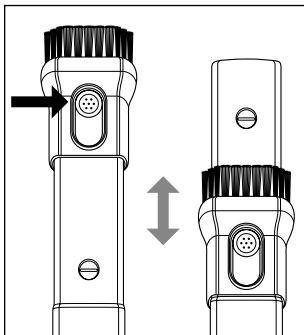

Fig. 3
- ◆ Per regolare la bocchetta aspiratrice 2-in-1 **12** mantenere premuto il pulsante della bocchetta spazzola. Se si desidera usare la bocchetta spazzola, far scivolare in avanti la bocchetta spazzola. Se si desidera usare la bocchetta per giunti, far scivolare all'indietro la bocchetta spazzola (vedere fig. 3).